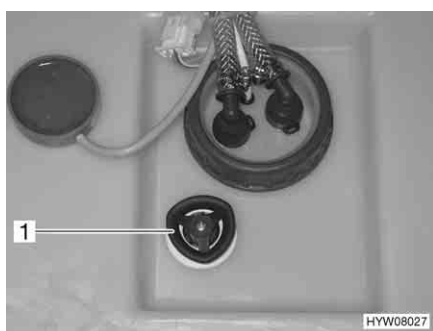

Fig. 82 Serbatoio dell'acqua con maniglia girevole
- Sul serbatoio dell'acqua, ruotare la maniglia girevole (Fig. 82,1) in senso orario fino all'arresto.
- Sul serbatoio dell'acqua, ruotare la maniglia girevole (Fig. 82,1) in senso antiorario fino all'arresto. L'acqua fuoriesce fino a ca. 20 litri.
- Sul serbatoio dell'acqua ruotare la maniglia girevole (Fig. 82,1) in senso antiorario, oltre la resistenza verso l'esterno fino all'arresto, per aprire completamente l'apertura di scarico.